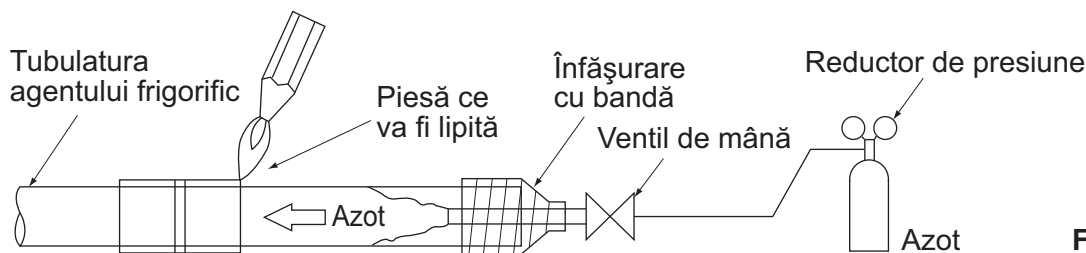

Fig. 16
- Când lipiți cu dezlocuirea aerului prin trecerea de azot prin conductă, aveți grijă să reglați presiunea azotului la 0,02 MPa cu un reductor de presiune. **(Consultați Fig. 16)**